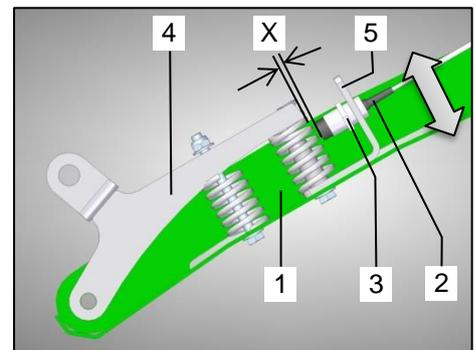

Bild 100: Sensor Einstellung
Mit Hilfe der Befüllautomatik wird der Transportboden automatisch bei Erreichen eines definierten Materialdrucks im Laderaum betätigt. Hierbei wird die Bewegung der mittleren Rungen der Stirnwand durch einen Sensor (Bild 100 / Pos.1) registriert. Spricht die Befüllautomatik zu schnell an, muss eine Einstellung des Sensors vorgenommen werden.
Der Sensor (Bild 100 / Pos.2) an der Stirnwand (Bild 100 / Pos.1) wird bei Ruhestellung eingestellt. Die mittleren Rungen der Stirnwand (Bild 100 / Pos.1) sind hierbei nicht belastet.
Unter Berücksichtigung des Abstands „X“ zwischen Sensor (Bild 100 / Pos.2) und Signalgeber (Bild 100 / Pos.4) wird der Sensor (Bild 100 / Pos.2) verschoben. Hierbei muss wie folgt vorgegangen werden:
- Verfahren Sie die Stirnwand (Bild 100 / Pos.1) in Transportstellung.
- Lösen Sie am Sensor (Bild 100 / Pos.2) die Mutter (Bild 100 / Pos.3).
- Spricht die Befüllautomatik beim Beladen zu schnell an, platzieren Sie den Sensor (Bild 100 / Pos.2) näher in Richtung Stirnwand (Bild 100 / Pos.1).
Soll die Befüllautomatik beim Beladen früher ansprechen, platzieren Sie den Sensor (Bild 100 / Pos.2) weiter von der Stirnwand (Bild 100 / Pos.1) weg.
- Halten Sie den Sensor (Bild 100 / Pos.2) in dieser Position und ziehen Sie die Mutter (Bild 100 / Pos.3) unter Berücksichtigung des maximalen Anzugsmoments wieder an.
Spricht die Befüllautomatik beim Beladen zu schnell oder zu spät an, muss erneut eine Einstellung des Sensors (Bild 100 / Pos.2) vorgenommen werden.